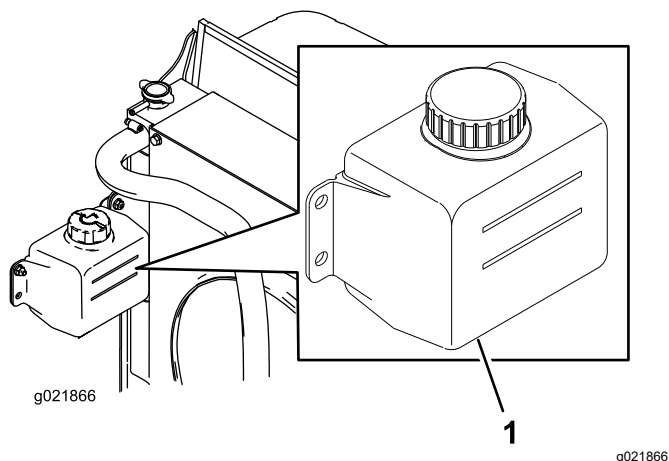

Figura 85
1. Verificați nivelul lichidului de răcire în rezervorul de expansiune (Figura 85).